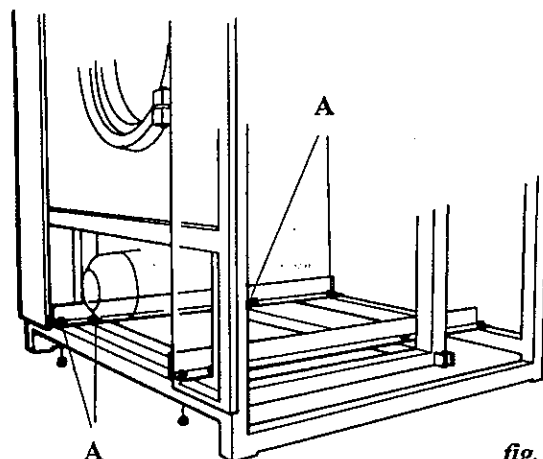

fig. 11
- Locate on the chassis base the two yellow fixing braces and dismantle. Four screws hold each brace to the machine (*fig. 11/A*).
- Localizar en la base del chasis los dos perfiles de fijación de color amarillo y desmontarlos. Cada perfil va fijado a la máquina por cuatro tornillos (*fig. 11/A*).
- Localiser sur la base du châssis les deux profilés de fixation jaunes et les démonter. Chaque profilé est fixé à la machine par quatre vis (*fig. 11/A*).